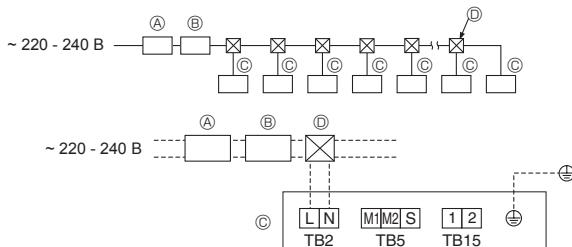

Fig. 5-8
5.3. Проводка питания (Fig. 5-8)
- (A) Прерыватель утечки тока на землю
- (B) Локальный выключатель/щитовой выключатель
- (C) Внутренний блок
- (D) Протяжная коробка